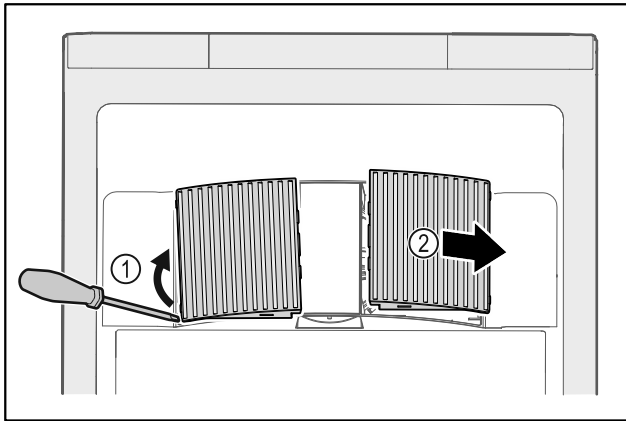

Fig. 140
- ▶ Αναμοχλεύστε προσεκτικά από το πλάι τα καλύμματα του ανεμιστήρα Fig. 140 (1) και αφαιρέστε τα προς τα εμπρός Fig. 140 (2).